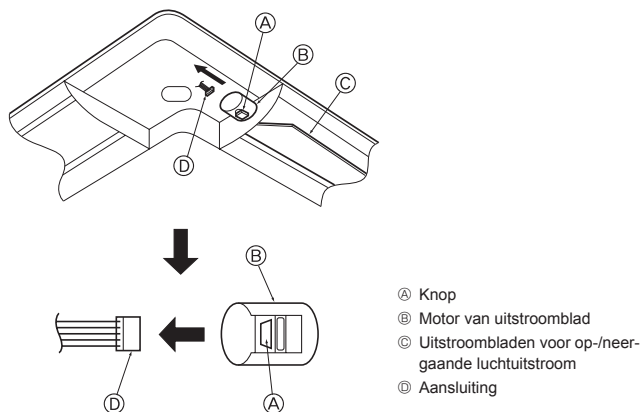

Fig. 5-9
5.4. Vastzetten van het op-/neergaande luchtuitstroomblad (Fig. 5-9)